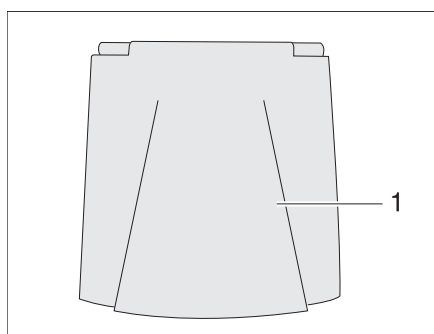

Fig. 33 Clapet de fermeture du bec de remplissage du carburant
- Ouvrir le clapet de fermeture (Fig. 33,1).
- Insérer la clé dans le barillet (Fig. 33,3) et la tourner dans le sens inverse des aiguilles d'une montre.